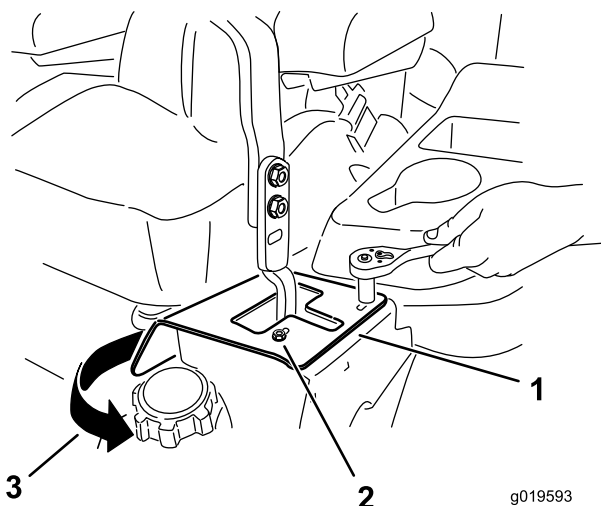

Figura 4
12. Gire el soporte de la palanca de control de movimiento hacia adelante para poder retirar el panel frontal (Figura 4).